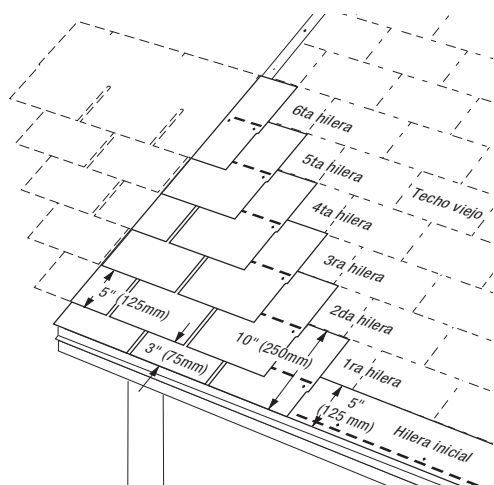

Figura 10-15: Recorte de seis, seis arriba, colocación anidada
2. Corte 6" (150 mm) a ambos lados de la primera teja inicial y colóquela sobre la primera hilera de las tejas viejas, en la esquina inferior izquierda (Figura 10-15).
1. La primera hilera se hace de tiras de teja de 10" (250 mm) por 36" (915 mm) cortando 2" (50 mm) de la parte inferior de las lengüetas de las tejas regulares (Figura 10-15).
1. Recorte 6" (150 mm) del extremo izquierdo de una teja entera. Coloque a tope el borde superior de este trozo de teja de 12" por 30" (305 mm por 760 mm) contra el borde inferior de la teja de la cuarta hilera anterior. Haga que el borde izquierdo se alinee con el borde izquierdo de la primera hilera (Figura 10-15).
2. Coloque este trozo de teja de 24" (610 mm) sobre la segunda hilera, dejando expuestas las lengüetas de 5" (125 mm) de la segunda hilera. El borde superior de la teja de esta hilera debe colocarse al tope contra la parte inferior de la quinta hilera de las tejas viejas (Figura 10-15).